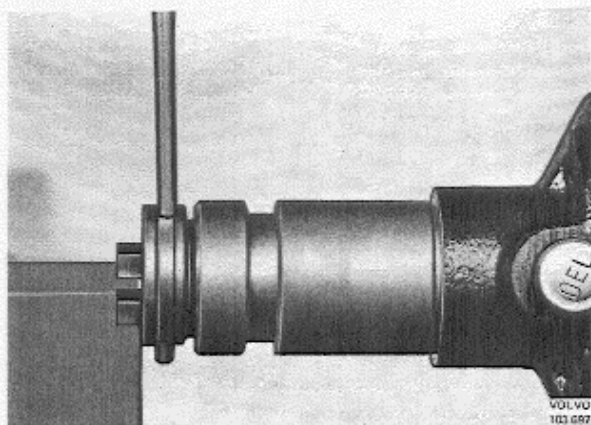

Abb. 3-41 Ausbau des Mitnehmers
4. Federring abziehen und die Lage des Mitnehmers im Verhältnis zur Verteilerwelle kennzeichnen. Stift (Abb. 3-41) herausschlagen, Mitnehmer abnehmen und die Verteilerwelle aus dem Gehäuse ziehen.